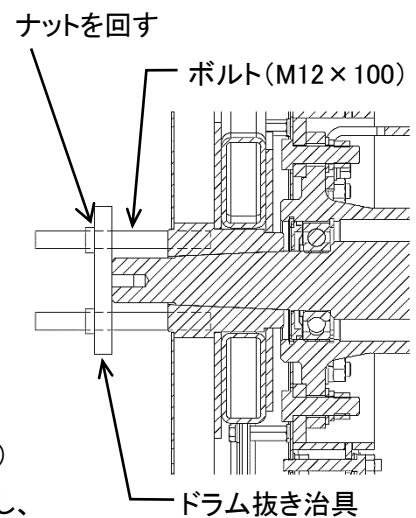
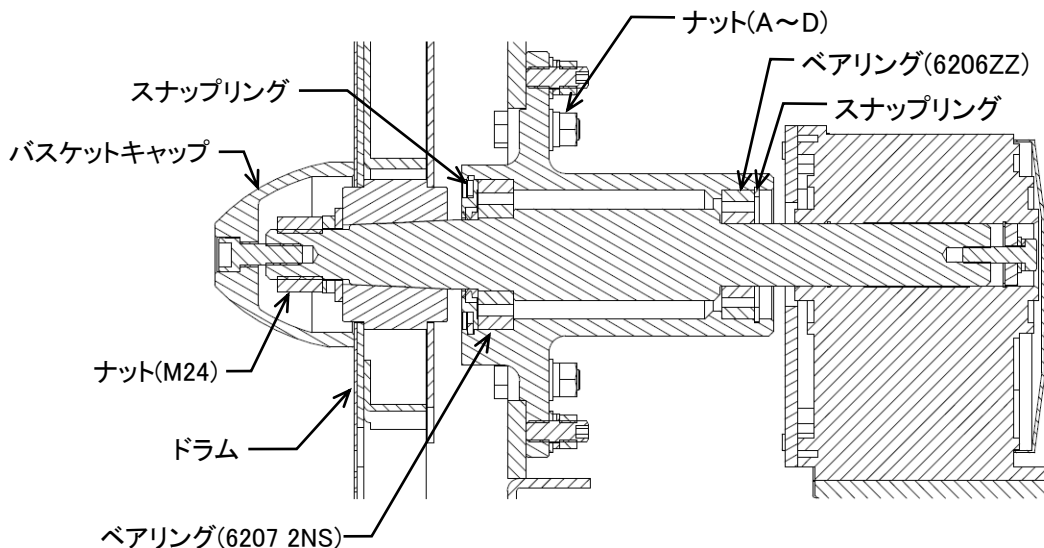

図 9-7
図 9-8
9.3.7 ベアリングケース (図 9-7, 図 9-8)
- ・ 右図を参考にドラム抜き治具を取り付けた後にナットを締め込んでドラムを主軸から外してください。(図 9-7)
- ・ ベアリングケースを固定しているナット A～D の 4箇所を取り外し、後方へ抜いてください。(図 9-8)